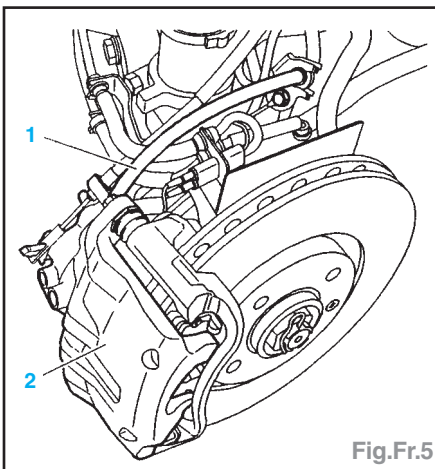

Fig.Fr.5
- Désaccoupler le raccord flexible (1) de la canalisation rigide de frein (Fig.Fr.5).